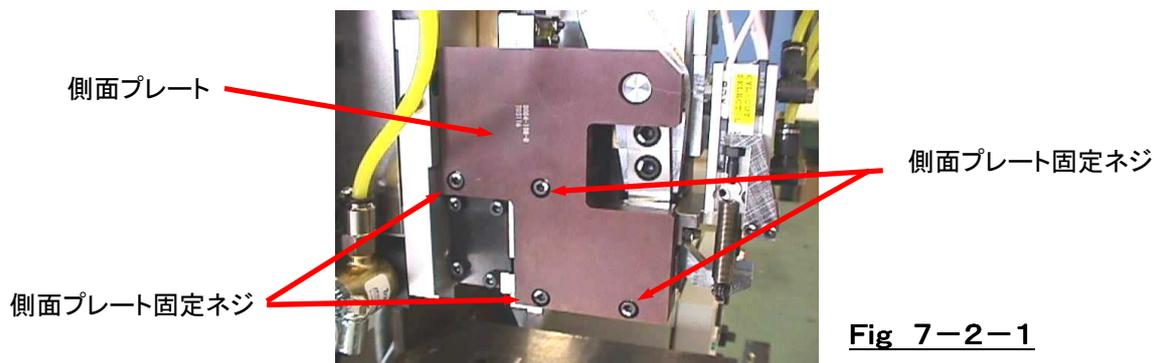

Fig 7-2-1
- ① 側面プレート固定ネジを外して、側面プレートを外して下さい。 [Fig 7-2-1]